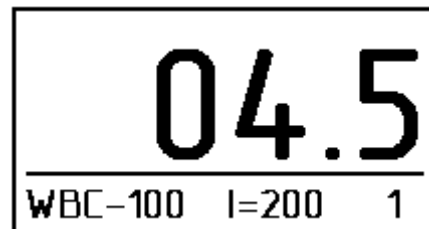

Рис. 5
4.3.14. Результат счета отображается на экране (рис. 5). Для получения количества лейкоцитов на 1 л крови, полученное значение необходимо умножить на  $10^9$ . Таким образом, число на индикаторе 04,5 означает, что в 1 л крови содержится  $4,5 \cdot 10^9$  лейкоцитов.